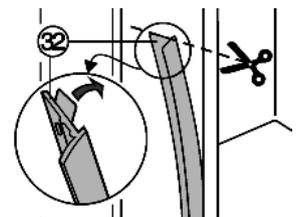

Fig. 25
- ▶ Staccare le pellicole protettive dal coprifuga Fig. 25 (32).
- ▶ Incollare il coprifuga Fig. 25 (32).